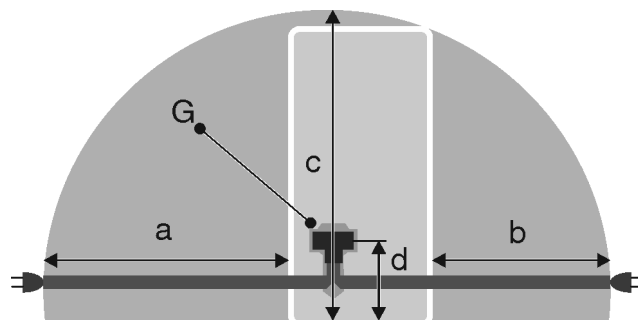

Fig. 25
- 插座位于给定区域内的设备后面板区域之外 *Fig. 25 (a, b, c)*。
- 将设备插头 *Fig. 25 (G)* 插入设备背面。确保正确地插入到位。